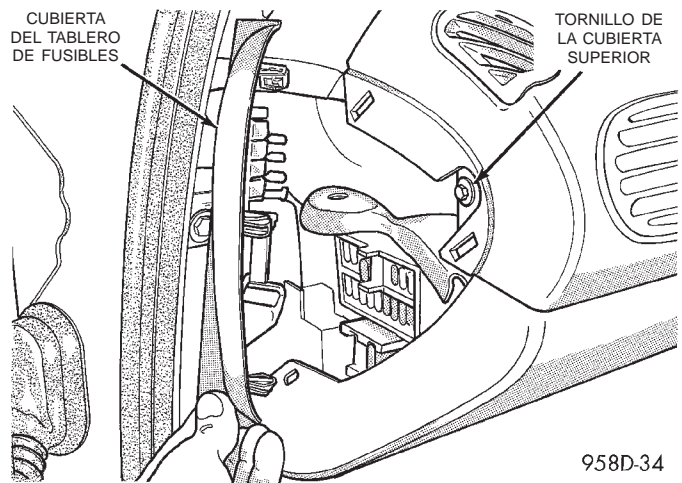

Fig. 51 Cubierta superior del tablero de instrumentos—extremo izquierdo
- (1) Desconecte el cable negativo del borne de puente auxiliar en la torre de montante del lado del conductor.
- (2) Retire la cubierta del tablero de fusibles del extremo izquierdo del tablero de instrumentos. Retire el tornillo que sujeta el extremo de la cubierta superior del tablero de instrumentos (Fig. 51).